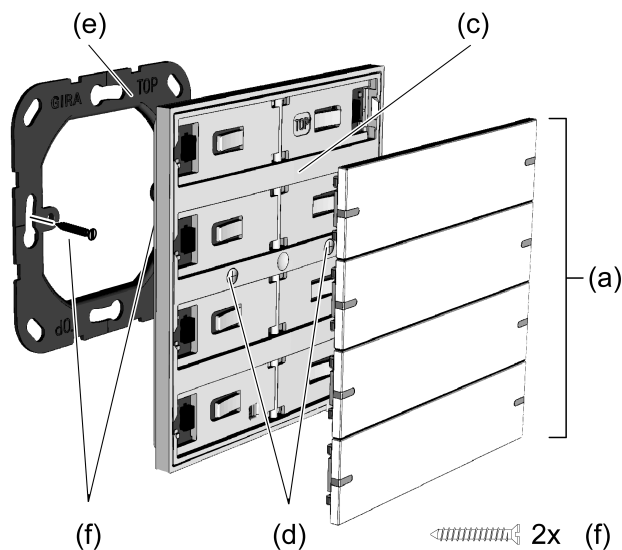
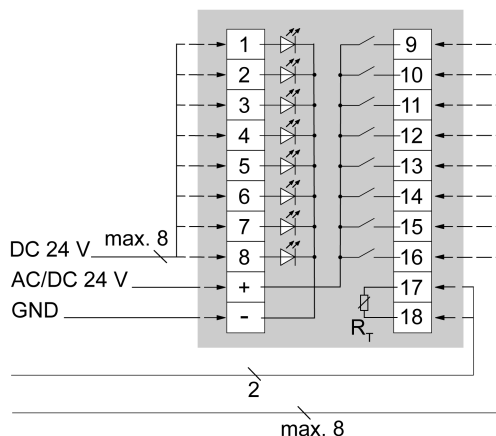

Bild 2: Gerät montieren
Bild 3: Anschluss Tastsensor 4fach
## Explosionsansicht (Bild 2)
#### Gerät montieren und anschließen (Bild 2), (Bild 3)
- Tastsensor (c) gemäß (Bild 3) anschließen